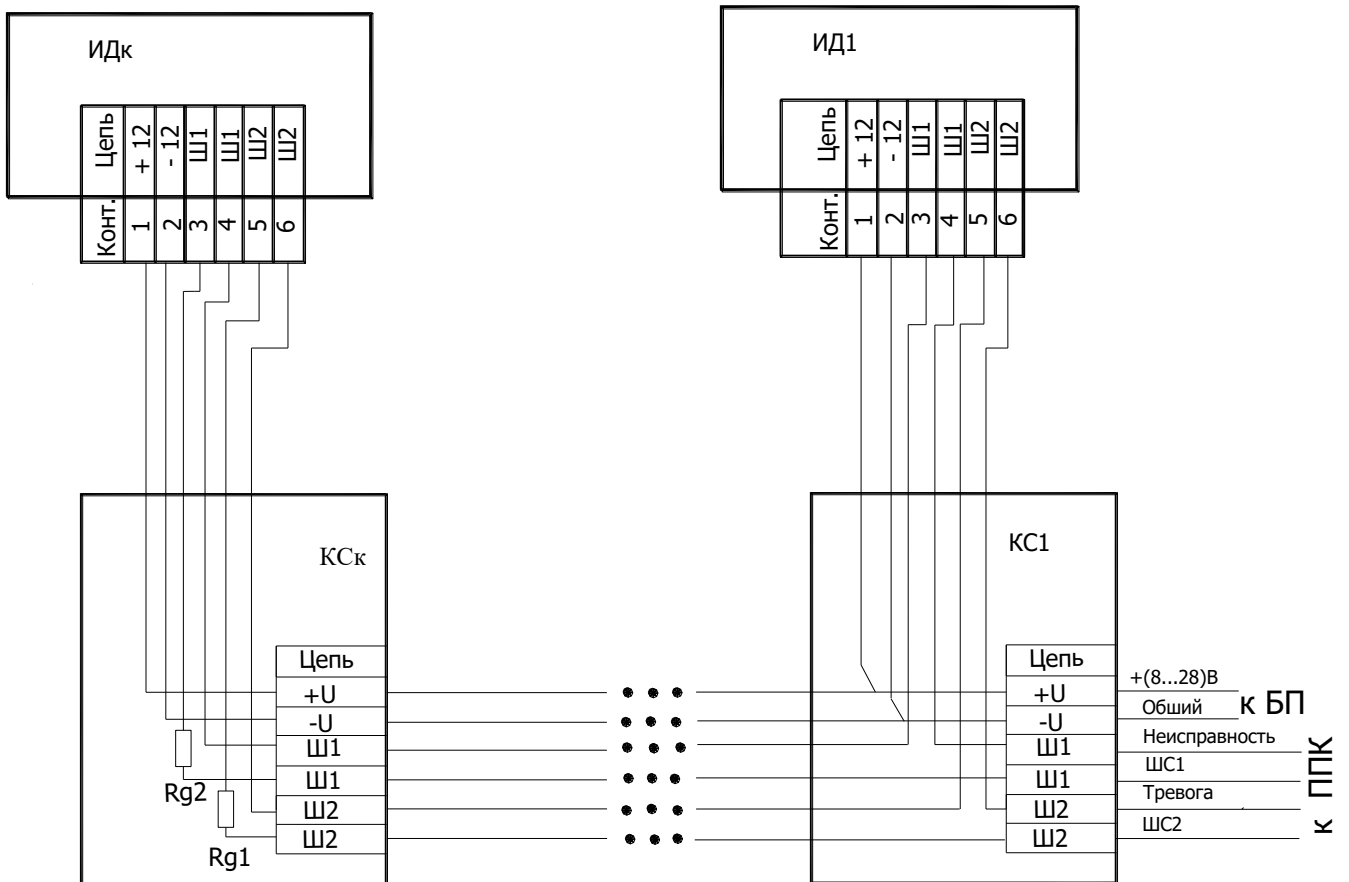

Рисунок 1.6 Схема последовательного соединения нескольких извещателей ИД1...ИДк (монтажное ИЛИ) с использованием соединительных коробок КС1...КСк.
1.5.7 Возможно последовательное соединение нескольких извещателей при одиночном включении (рисунок 1.6). В этом случае извещатели включаются в шлейфы ТРЕВОГА и НЕИСПРАВНОСТЬ по схеме «**монтажное ИЛИ**».